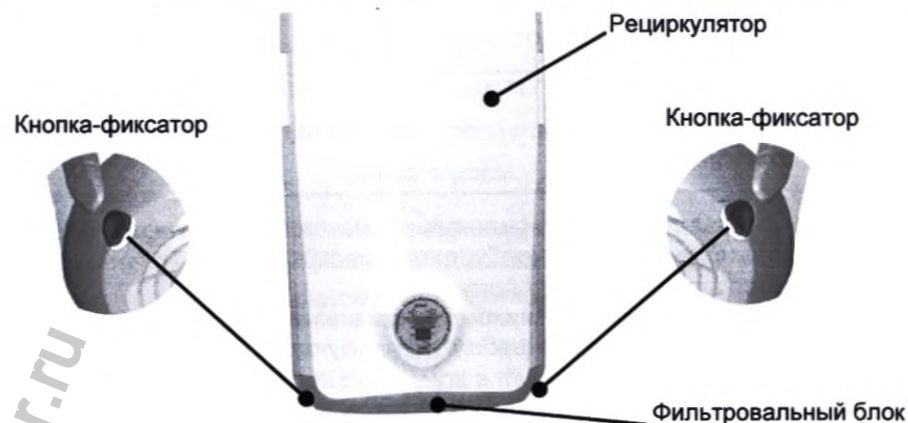
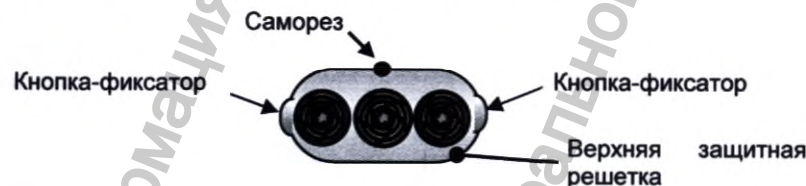

Рис.3
Рис.5
- 5.5. После проведения технического осмотра или ремонта Рециркулятора убедиться, что верхняя защитная решетка зафиксирована самонарезающим винтом (саморезом) (Рис. 5).
- Снять **фильтровальный блок** (без применения инструмента и раскрытия корпуса), одновременно нажав **кнопки-фиксаторы** (рис.3).
- Снять верхнюю защитную решетку, нажав одновременно кнопки-фиксаторы, предварительно открутив саморез (рис.5).
- Снять фильтровальный блок (без применения инструмента), одновременно нажав кнопки-фиксаторы (рис.3).
- Установить фильтровальный блок (рис.3) и верхнюю защитную решетку рециркулятора легким нажатием до «щелчка», верхнюю защитную решетку зафиксировать саморезом (рис.5).
- Снять верхнюю защитную решетку, нажав одновременно защелки-фиксаторы, предварительно открутив саморез (рис.5).